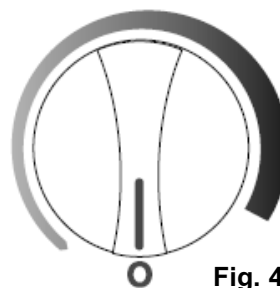

Fig. 4
- Pour arrêter le congélateur (discontinuer le refroidissement), tournez la commande du thermostat à la position « 0 ». Voir la Fig. 4.